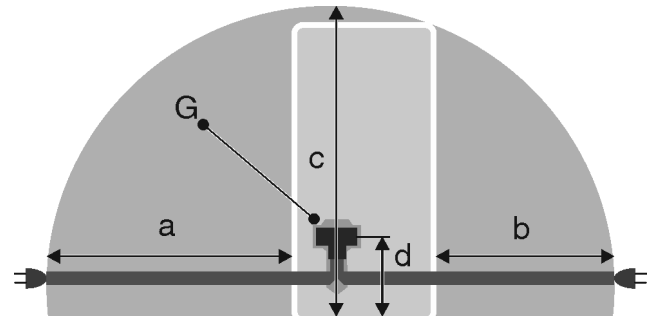

Fig. 55 Комбинирани хладилник-фризери / фризери / уреди с пълнообем BioFresh\*
- Контактът не е разположен зад уреда, а в областите a или b Fig. 55 (a, b, c).
- ▶ Включете щепсела на уреда Fig. 55 (G) от задната страна на уреда. Обърнете внимание на доброто фиксиране.